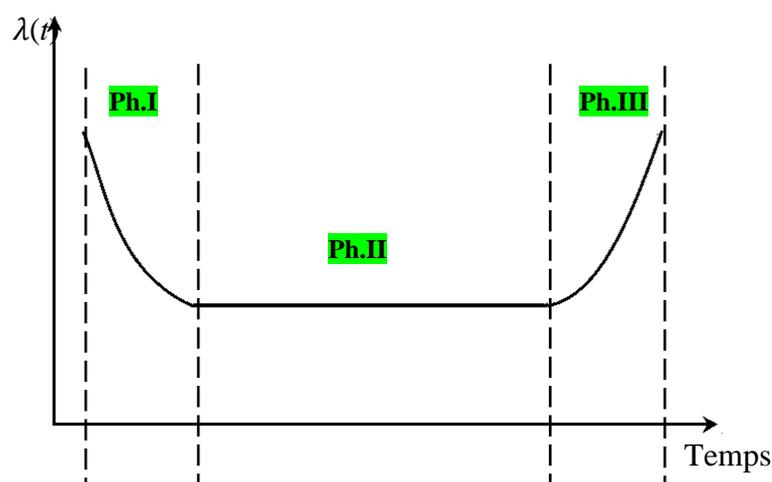

Figure I.4. La courbe en baignoire
- ❖ L'évolution du taux de défaillance d'un produit pendant toute sa durée de vie est caractérisée par ce qu'on appelle en analyse de fiabilité la courbe en baignoire (Figure I.4).
L'expérience à montrer que pour des composants électrotechniques la courbe, représentant le taux de défaillance en fonction du temps  $t$ , a la même allure que la courbe en baignoire **figure I.4** ci-dessus.
Les composants mécaniques sont soumis, dès le début de leur vie, au phénomène d'usure ou de vieillissement. Si nous traçons la courbe du taux de défaillance, en fonction du temps, nous n'aurons pas la présentation du plateau de la **figure I.4**. La période de taux de défaillance constant, n'existe pas ou elle est réduite. Le taux de défaillance du dispositif est une fonction non linéaire du temps et ceci dans chaque phase de sa vie. Les pièces mécaniques sont soumises à des phénomènes de vieillissement multiples: corrosion, usure, déformation, fatigue..... **Figure I.5**.